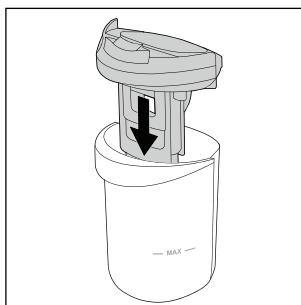

Fig. 29
- ♦ Sæt låget til beholderen til snavset vand 9 på beholderen til snavset vand 2 igen (se fig. 29).